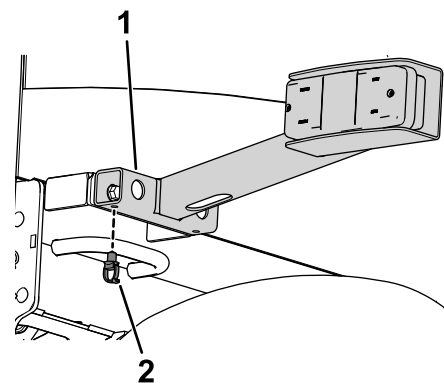

Bild 17
8. Setzen Sie einen Kabelbinderclip in das hintere Loch des rechten Rücklichts ein (Bild 17).